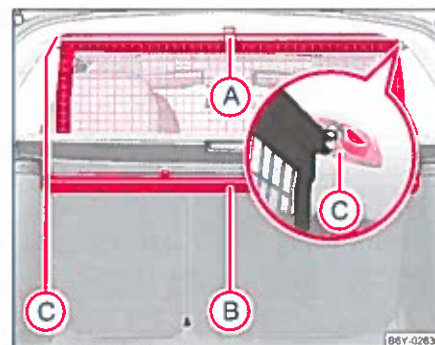

Fig. 61 Udrulning af netskillevæggen
- Træk netskillevæggen ud af huset (B) ved hjælp af lasken (A) i holderens (C) retning ⇒ side 74, fig. 61.
- Sæt tværstangen ind i én af holderne (C) og tryk stangen fremad.
- På samme måde fastspændes tværstangen i den anden side af vognen, holder (C).